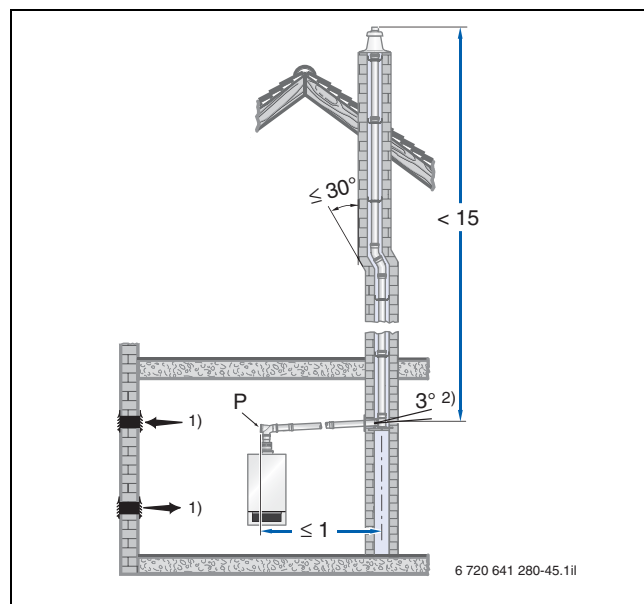
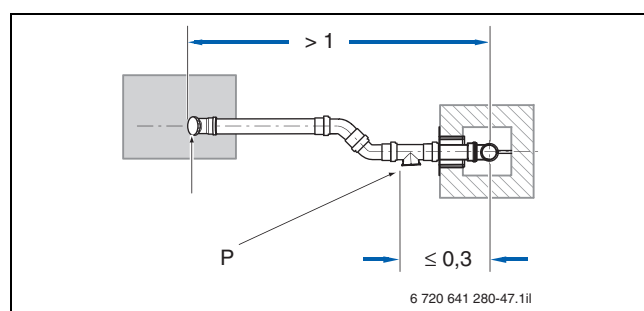

Bild 104 Beispiel zur Anordnung der Prüföffnung (P) bei einer waagerechten Abgasleitung ohne Umlenkung im Aufstellraum (Maße in m)
Bild 105 Beispiel zur Anordnung der Prüföffnungen (P) bei einer waagerechten Abgasleitung mit Umlenkung im Aufstellraum – Draufsicht (Maße in m)
Gemäß DIN 18160-1 und DIN 18160-5 müssen Abgasanlagen für raumluftabhängigen Betrieb leicht und sicher zu überprüfen und ggf. zu reinigen sein. Hierzu sind Prüföffnungen einzuplanen (→ Bild 104 und Bild 105).
- an der Stirnseite im geraden, waagerechten Abschnitt der Abgasleitung höchstens 1 m von der Umlenkung in den senkrechten Abschnitt entfernt, sofern sich dazwischen keine Umlenkung befindet (→ Bild 104, Seite 125) **oder**
- seitlich im waagerechten Abschnitt der Abgasleitung höchstens 30 cm von der Umlenkung in den senkrechten Abschnitt entfernt (→ Bild 105).
- die untere Prüföffnung bei DN 160 und DN 200 entsprechend Bild 105 angeordnet ist
- die untere Prüföffnung nach DIN 18160-1 und 18160-5 ausgeführt ist (→ Bild 104).